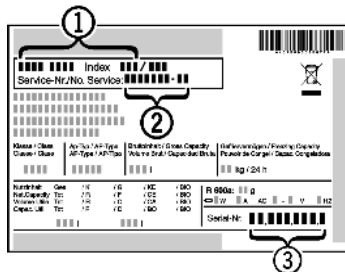

Fig. 20
- ▶ A készülék megnevezését Fig. 20 (1), a szerviz- Fig. 20 (2) és sorozatszámot Fig. 20 (3) a típus tábláról olvassa le. A típus tábla a készülék belsejében baloldalon található.
- ▶ Értse meg a vevőszolgálatot a hibáról, és adja meg nekik a készülék megnevezését Fig. 20 (1), a szerviz- Fig. 20 (2) és a sorozatszámot Fig. 20 (3).